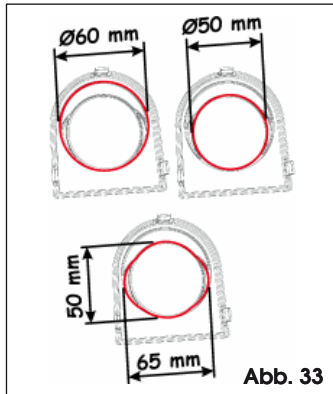

Abb. 33
- Auf dem vorderen Verschluss die perforierte Öffnung entsprechend der montierten Stangenausführung durchbrechen, siehe Abb. 33, und den Verschluss an der Abdeckung der Entriegelungsvorrichtung befestigen.